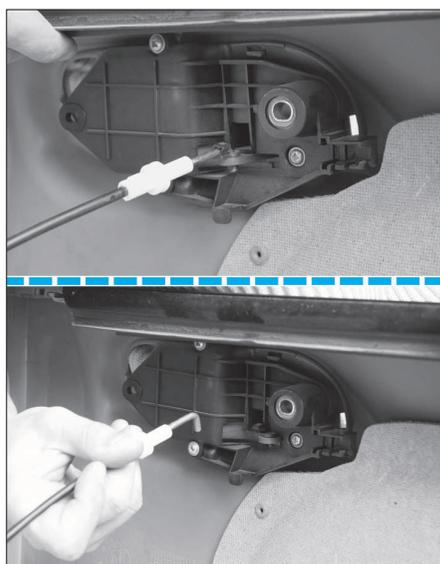

FIG. 81
- Décliper le câble de poignée intérieure comme illustré (Fig.81), puis extraire la garniture.